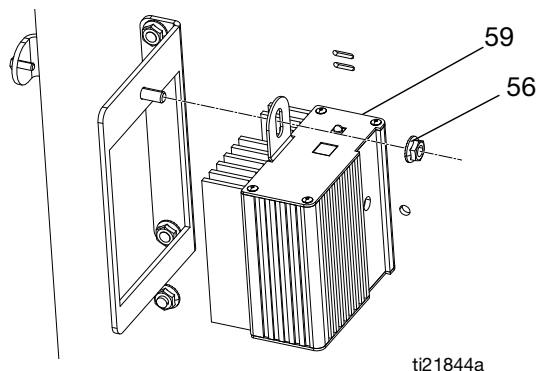

FIG. 13
3. Ta bort värmeskyddet (90) och elektronikhöljet (55). Se FIG. 13 på sidan 46.
4. Lossa och ta bort konsolhållarna (56) till temperaturkontrollmodulen. Flytta upp och bort kontrollmodulen så att man kommer åt termokopplingen.
- a. Ta bort skyddstejpen från termokopplingsspetsen (TT).
- b. Applicera PTFE-tejp och gängtätning på hangängor och dra åt termokopplingens hus (TH) in i adaptorn (305).
- c. Tryck in termoelementet (310) så att spetsen (TT) kommer i kontakt med värmeelementet (307).
- d. Dra åt skoningsmuttern (FN) 1/4 varv mer än stadigt, och håll termokopplingsspetsen (TT) tätt mot värmeelementet.
9. För ledningarna (SW) i vagnen och tråd i ett paket som tidigare. Anslut ledningarna till kortet igen.
10. Ta bort värmeskyddet (90) och elektronikhöljet (55). Se FIG. 13 på sidan 46.
11. Slå på värmarna ISO och RES samtidigt för att testa. Temperaturer bör stiga med samma hastighet. Om en värmare är låg så ska du lossa doppskomuttern (FN) och dra åt termokopplingshuset (TH) för att se till att termokopplingsspetsen (TT) har kontakt med elementet (307).